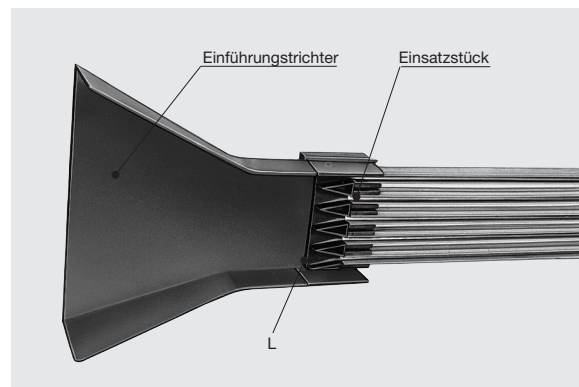

Bild 21: Einführungstrichter EMK 15
- Einführungstrichter gesondert aufhängen (Bild 21), so daß sich das Einsatzstück (z. B. bei Wärmeausdehnung der Stromschienen) im Einführungstrichter verschieben kann.
Maß „L“ zwischen Einsatzstück und Einführungstrichter (Bild 21) gemäß Tabelle: